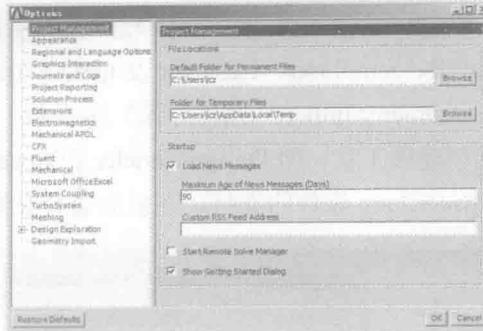

图 1-16 Project Management 选项卡
**Project Management (项目管理) 选项卡:** 在如图 1-16 所示的 Project Management 选项卡中可以设置 Workbench 15.0 平台启动的默认目录和临时文件的位置、是否启动导读对话框及是否加载新闻信息等参数。